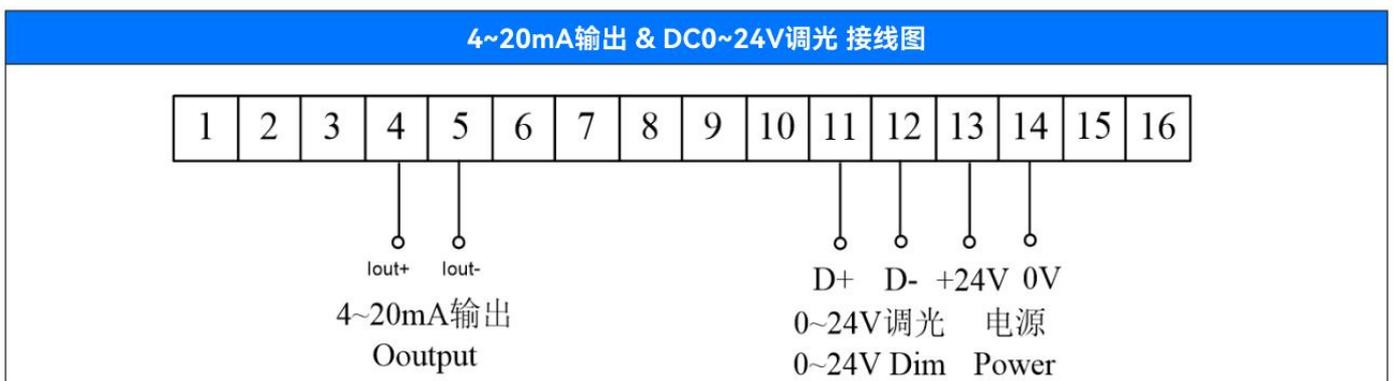

图2.7
7. 背光调节模式：手柄的薄膜采用冷光源设计，亮度可调节，调光模式包括电阻器调节（其中电阻器调光方式仅适配我司型号VDM-96调光器，阻值为2KΩ，接线如图1.5）、0~24V电压调节、PWM。对于0~24V调光信号，在0V时最暗，24V时最亮，注意调光信号和电源信号不可共用，否则会影响手柄信号输出，导致无法正常工作。接线图如图2.7所示：